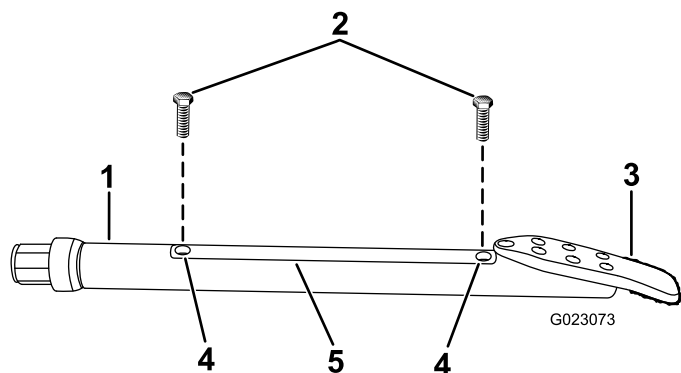

Рисунок 73
2. Ослабьте винты крепления крышки корпуса и снимите крышку (**Рисунок 73**)
4. Установите крышку корпуса и закрепите ее винтами (**Рисунок 73**).